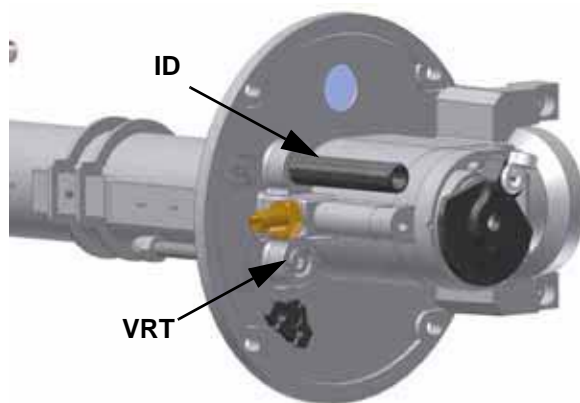
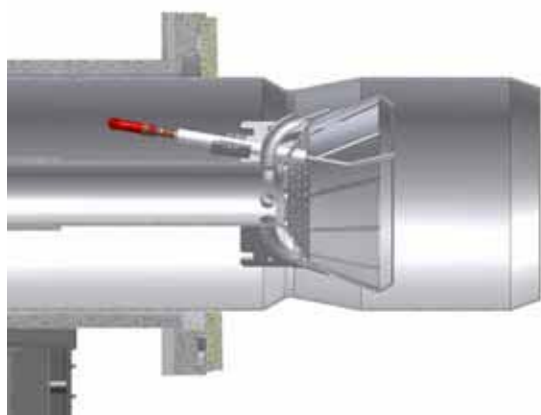

Рис. 31
Рис. 32: Головка сгорания, выдвинутая полностью вперед
- 2 На заводе-изготовителе головка сгорания горелки настраивается на положение максимальной мощности “MAX”. Настройка на максимальную мощность соответствует положению головки “выдвинута полностью вперед” - для стандартного типа горелок (Рис. 32) и положению “полностью назад” - для горелок с низкими выбросами NOx (Рис. 33). Установка головки в положении “полностью вперед” - подразумевает под собой ее выдвижение внутрь камеры сгорания котла, в то время положение “полностью назад” означает - в сторону оператора. Для снятия головки сгорания - прочитать пар. “Снятие и чистка головки сгорания “ на стр 40. Что касается работы на сниженной мощности, необходимо последовательно сдвинуть головку сгорания по направлению положения “МИН”, вращая винт **VRT** (Рис. 31) по часовой стрелке. Индикатор **D** указывает на перемещение головки сгорания.